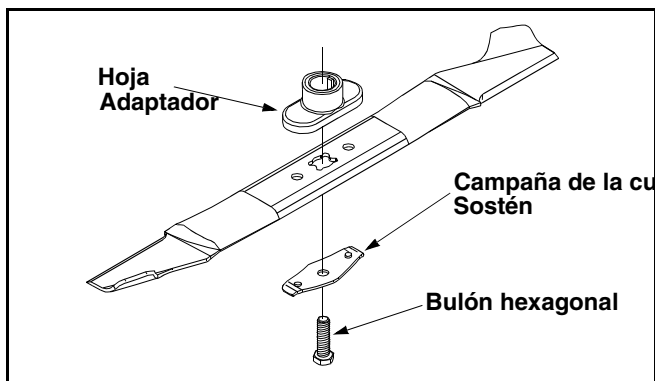

Figura 16
- Retire el perno y el soporte de campana de la cuchilla que sostiene la cuchilla y el adaptador al cigüeñal del motor. Ver Figura 16.